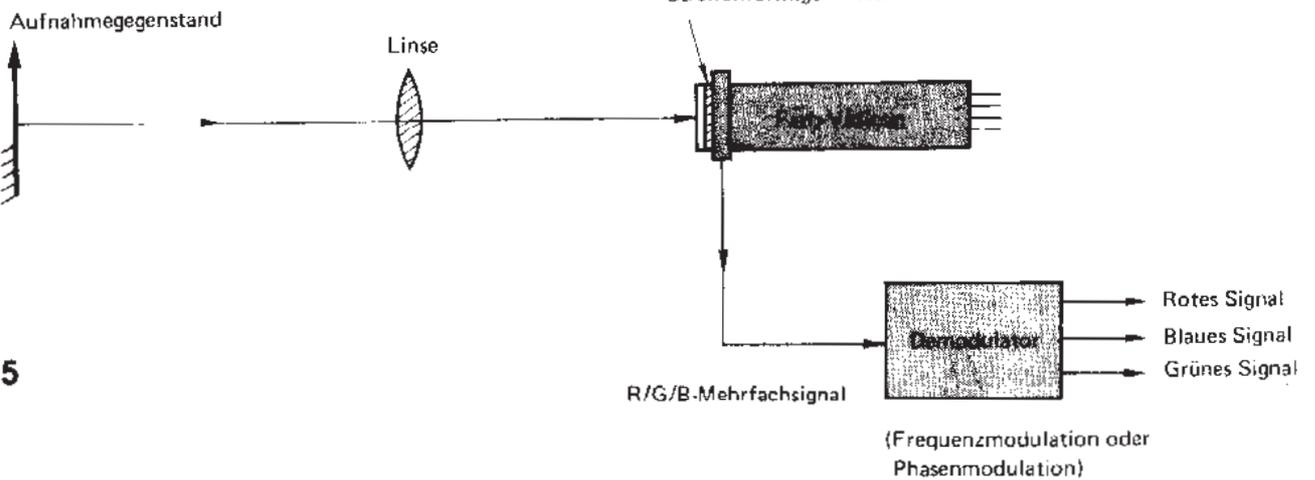

Bild 5
3.1. Ein-Elektroden-Farbkamera nach dem Frequenz- oder Phasentrennungssystem (Bild 5)